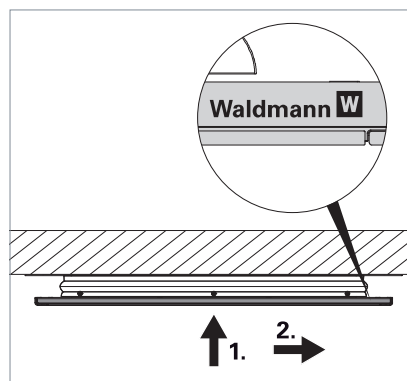

Fig. 12: Sganciare l'elemento luce diretta.
- ▶ Posizionarsi in modo da vedere il logo Waldmann, vedi Fig. 12.